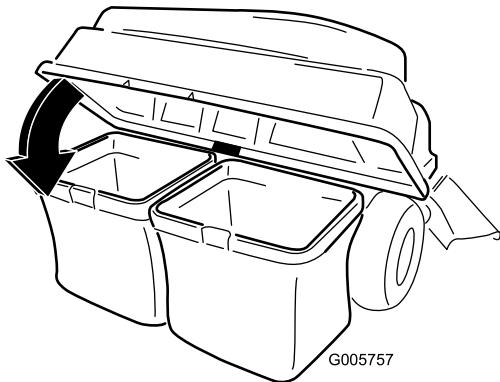

Figura 18
- Baje la tapa del ensacador sobre la bolsa (Figura 18).